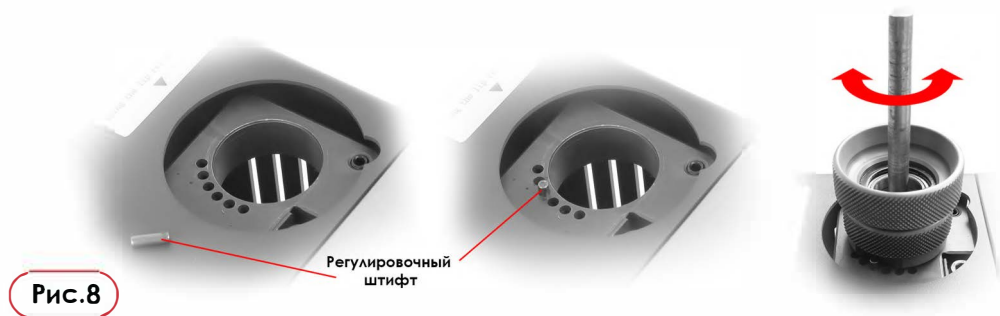

Рис.8
- Параметры затыловки можно регулировать, переустанавливая регулировочный штифт в одну из шести предусмотренных для этого лунок затыловочного узла станка. (Рис. 8)